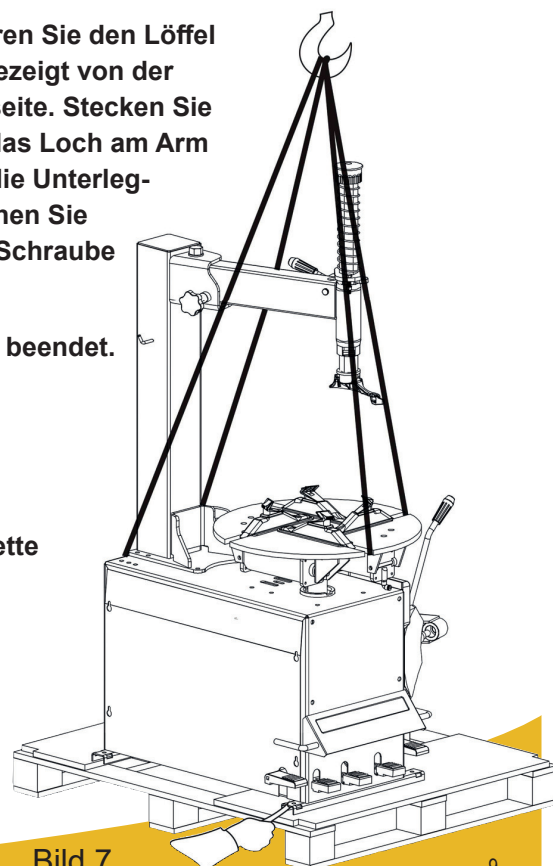

Bild 7
- Nehmen Sie Schrauben mit dem Schraubenschlüssel ab (Bild 7).